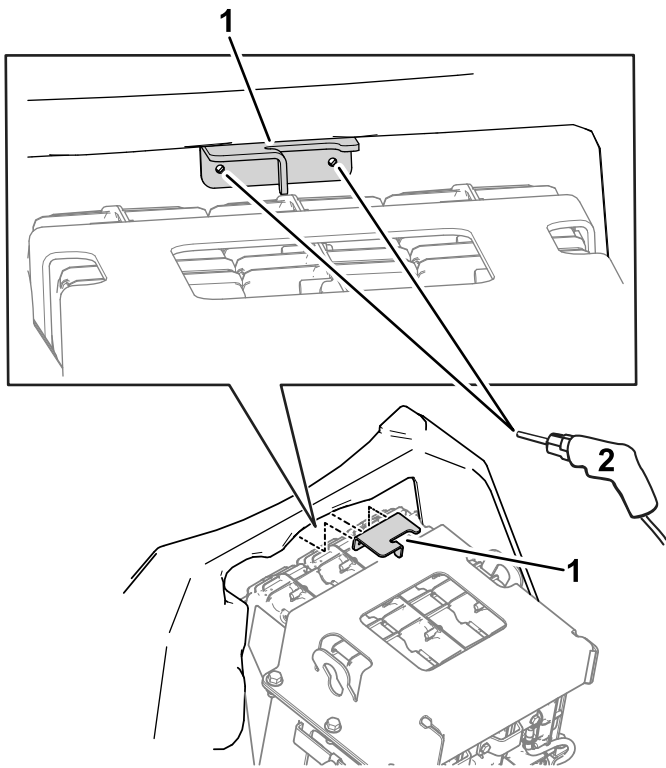

Figur 50
1. Bruk et bor ($\frac{7}{8}$ tomme) til å bore et hull i et midtstilt område på panseret, som vist i Figur 50.